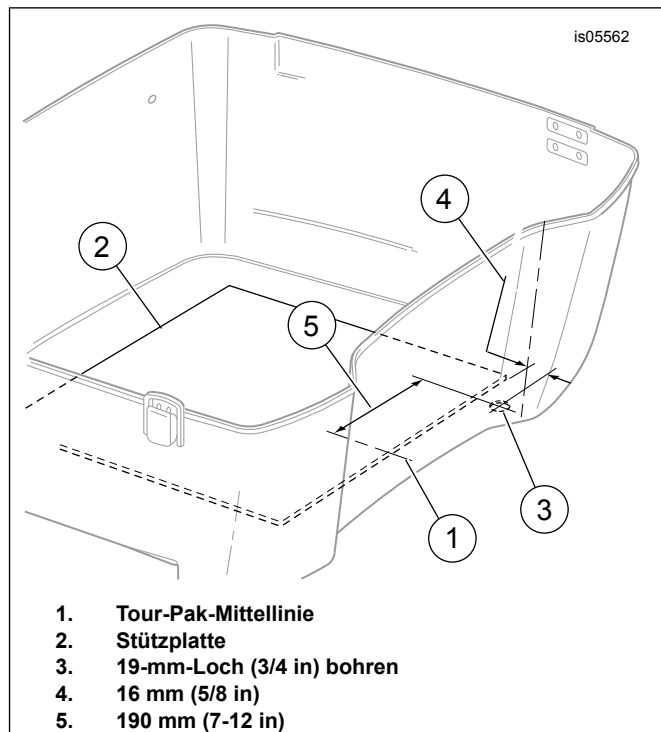
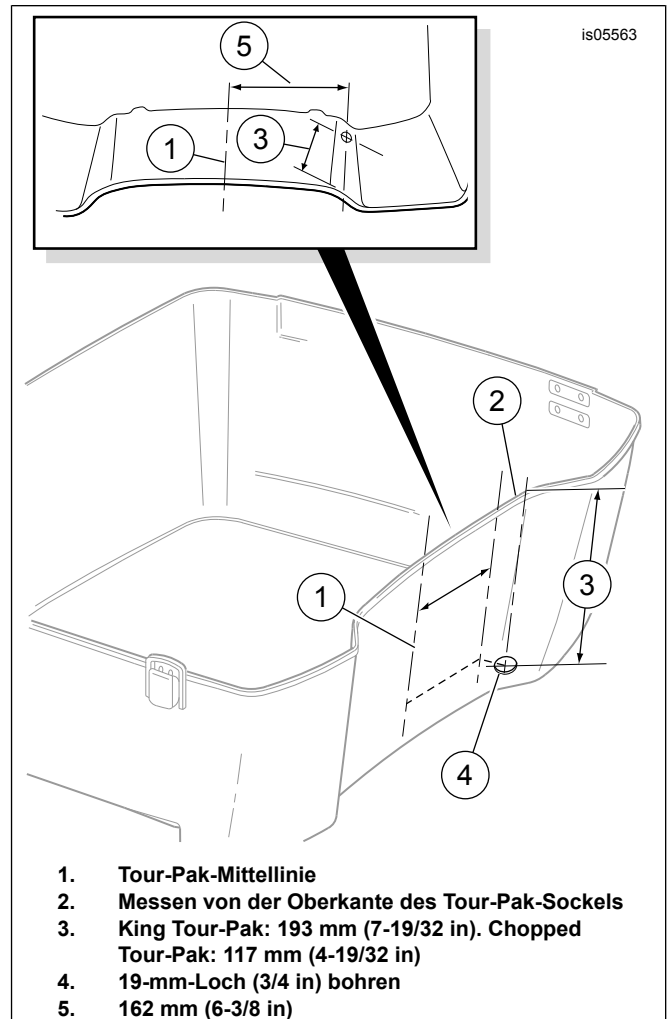

Abbildung 2. Lage der Bohrung für AM/FM-Antennenkabel (Tour-Pak Typ 1)
Abbildung 3. Lage der Bohrung für AM/FM-Antennenkabel (Tour-Pak Typ 2)
12. Vom **ersten** Querstrich aus 38,1 mm (1-1/2 in) (5) nach unten messen und dort einen weiteren kurzen Querstrich (3) auf der senkrechten Linie anzeichnen.
- b. Ein 13,5 mm (17/32 in) großes Loch (2) durch das **obere** Führungsloch.
- c. Ein 6,4 mm (1/4 in) großes Loch (3) durch das **untere** Führungsloch bohren.
- a. Siehe Abbildung 2. Die Mitte (1) der Stützplatte (2), die den Boden des Tour-Pak bedeckt, ausfindig machen und ausmessen.
- c. Die Stützplatte nochmals ausmessen und ihre Mitte (2) einmal am vorderen Ende des Klebestreifens, ein zweites Mal nahe dem rückwärtigen Ende markieren. Eine gerade Linie durch die beiden Markierungen ziehen.
- d. Direkt mit dem Gesicht zu dem Klebeband stehend den Abstand von 190 mm (7-1/2 in) (5) von der Mittellinie aus zur linken Seite des Tour-Pak-Bodens messen.
- g. Von der Vorderkante der Stützplatte aus 16 mm (5/8 in) (4) in Vorwärtsrichtung messen und durch einen kurzen Querstrich auf der zuvor gezeichneten Linie markieren.
- j. Von der Unterseite des Tour-Pak ein 19 mm (3/4 in) großes Loch (3) in den Tour-Pak-Boden außen nach innen bohren.
- l. Siehe Abbildung 3. Die Mitte (1) der Vorderwandinnenseite des Tour-Pak ausfindig machen und ausmessen.
- o. Direkt mit dem Gesicht zu dem Klebeband stehend den Abstand von 162 mm (6-3/8 in) von der Mittellinie aus zur linken Seite der Tour-Pak-Wand ausmessen. Dabei nicht der Rundung der Wand folgen, sondern in **gerader Linie** messen. Siehe Bildausschnitt Abbildung 3.
- q. Nun nochmals den Abstand von 162 mm (6-3/8 in) (5) von der Mittellinie aus in **gerader Linie** ausmessen und auf dem Klebeband nahe dem oberen und dem unteren Rand des Klebebands markieren.
- r. **Beim King Tour-Pak:** Von der Oberkante des Tour-Pak aus 193 mm (7-19/32 in) (3) abwärts messen. **Beim Chopped Tour-Pak:** Von der Oberkante des Tour-Pak aus 117 mm (4-19/32 in) (3) abwärts messen. Hier auf der senkrechten Linie einen kurzen Querstrich ziehen.
- u. Von der Außenseite des Tour-Pak ein 19 mm (3/4 in) großes Loch (4) durch das Führungsloch nach innen bohren.